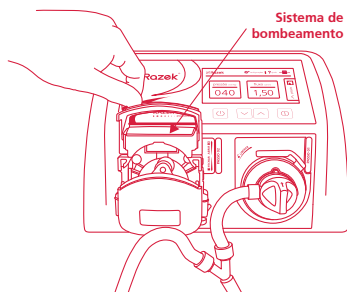

Figura 16 - Abertura do sistema de bombeamento.
4. Abra a tampa do sistema de bombeamento (Figura 16);